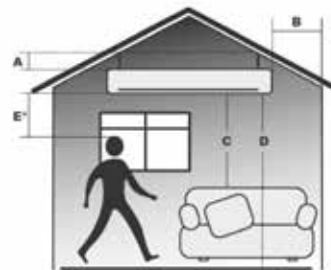

Рис.1
Минимальные расстояния от обогревателя до других поверхностей согласно рис. 1 приведены в таблице 2.
3. Из крепёжного комплекта установите крепления (1) на прибор, с помощью винтов (4), (5).
4. В соответствие с рис. 1 и таблицей 2 определите место установки